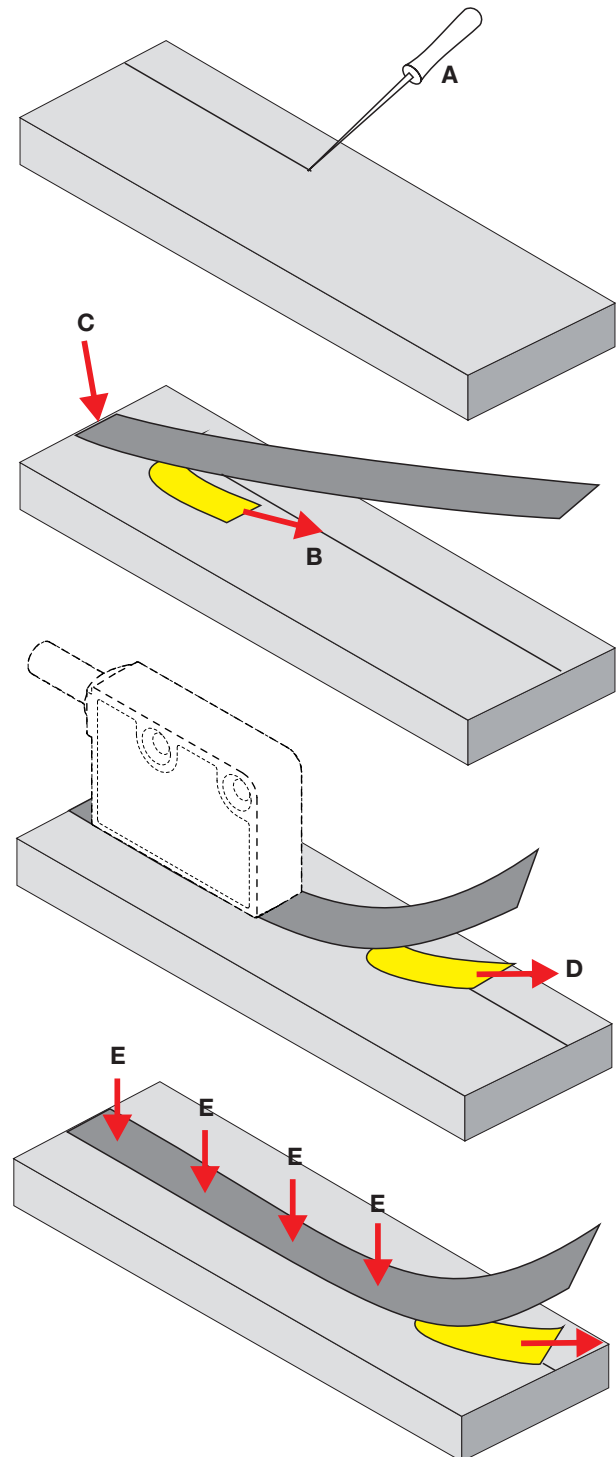

Fig. 4-5: Fijación del cuerpo de medición sobre una superficie plana
1. Disponga o trace el canto de tope del cuerpo de medición en la pieza de la máquina (Fig. 4-5, A).
5. Extraiga ligeramente la lámina adhesiva protectora por el extremo posterior del cuerpo de medición (Fig. 4-5, B), alinee el cuerpo de medición y péguelo sin apretar (Fig. 4-5, C).
6. Retire ligeramente la lámina adhesiva (Fig. 4-5, D), alinee el cuerpo de medición y presione ligeramente con la mano (Fig. 4-5, E).